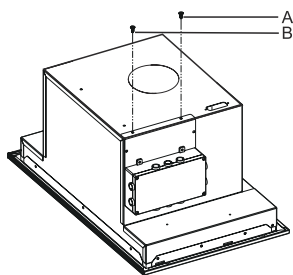

Fig. 12
2. ➔ Den sorte printboks med elektronikkortet i, er fra start monteret fast på siden af emhættekabinettet. Denne kan flyttes, ved at fjerne skruer på punkt A & B(Fig. 12).